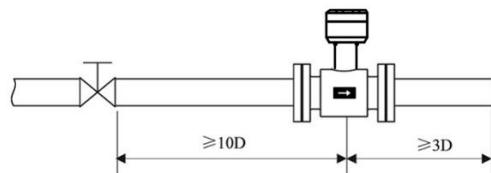
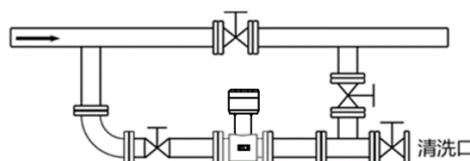
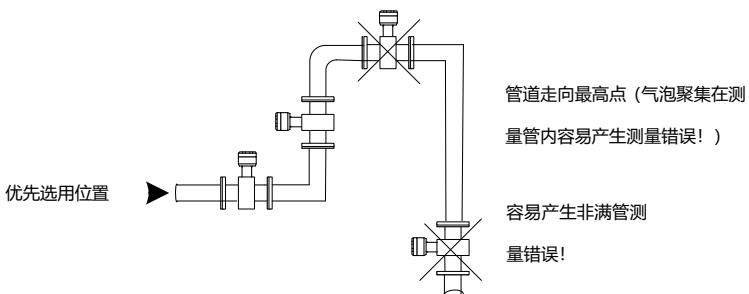

图 8 阀门位于传感器上游的安装
图 9
图 10
(1) 位置
(2) 避免磁场干扰
(3) 直管段长度
- 为确保流量计的测量精度，建议应保证传感器上游直管段长度至少应为 5 倍管径(5D)，下游直管段长度至少应为 3 倍管径(3D)。(参见图 8、图 9)
(4) 维修空间
(5) 对工艺上不允许流量中断的管道
- 在安装电磁流量计时应加设旁路通管和清洗口，如图 10 所示，这种装置可在流量计退出使用的情况下，保证设备系统连续工作。
(6) 电磁流量计的支撑
下图 10 为电磁流量计安装时的优先选用位置。